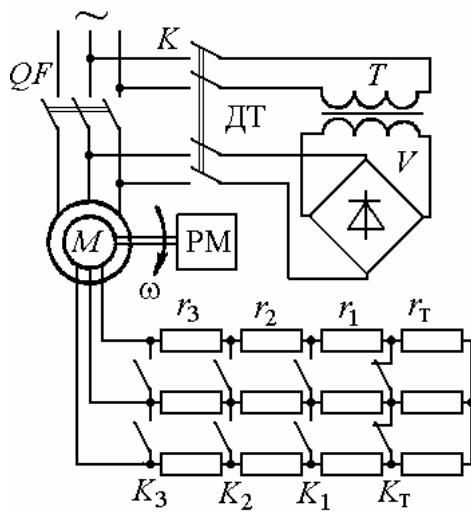
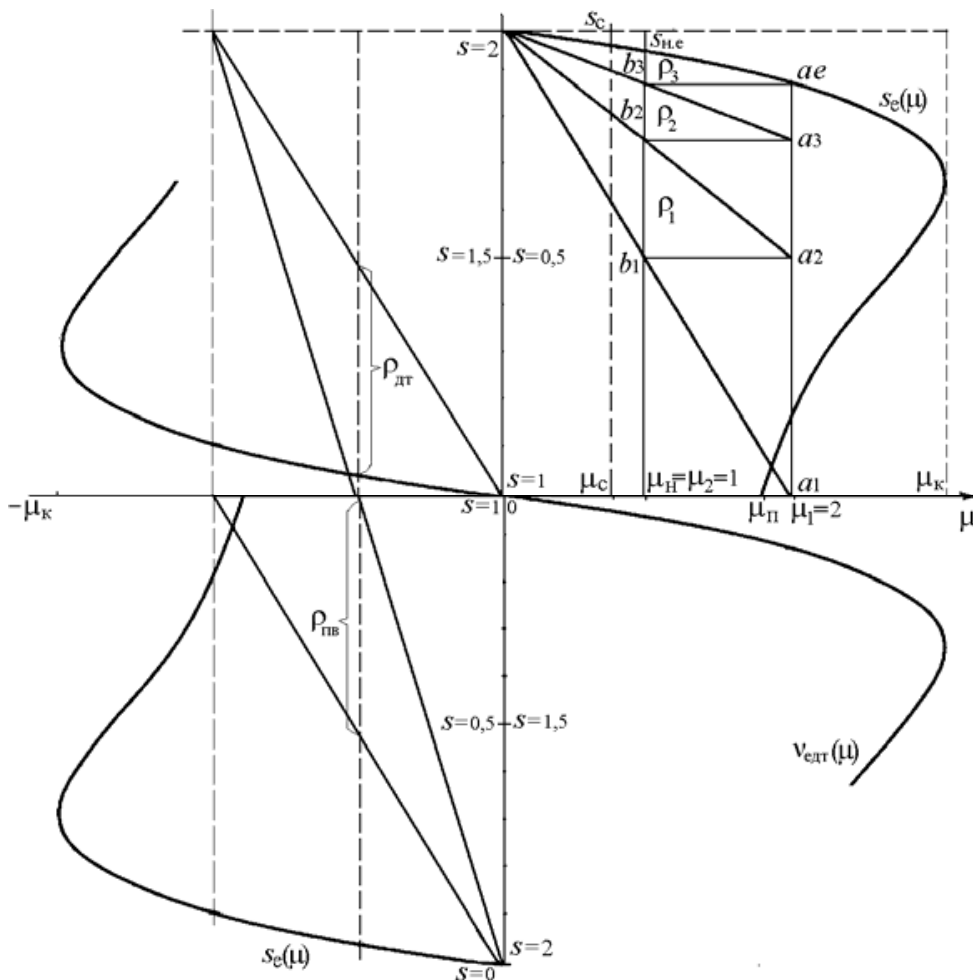

Рис.13. Схема реостатно-релейного пуска и торможения АДФР
Рис.14. Механические пусковые и тормозные характеристики АДФР
**Задача 22.** Для привода с асинхронным двигателем с фазным ротором и реостатно-релейным управлением (рис.13) построить статические характеристики реостатного пуска и рассчитать ступени пускового реостата (рис.14). Номинальные данные асинхронного двигателя привода:  $P_H = 22$  кВт;  $U_{1H} = 380$  В;  $I_{1H} = 50$  А;  $s_H = 0,06251$ ;
**Задача 23.** Определить вид переходных процессов и построить характеристики изменения момента и скорости двигателя при реостатно-релейном пуске привода с асинхронным двигателем при постоянном моменте нагрузки ( $\mu_1 = \text{const}$ ). Двигатель имеет данные  $P_H = 22$  кВт;  $\omega_0 = 104,5$  рад/с;  $s_H = 0,0625$ ;  $J_{\delta} = 0,5$  кгм2. Приведенные параметры механизма:  $M_c = 0,5M_H$ ,  $J_{пр} = 0,5$  кгм2. Привод пускается в три ступени при  $\mu_1 = 2$  и  $\mu_2 = 1$  (см. задачу 22). Механические характеристики и характеристики пуска приведены на рис.14, 15.
**Задача 24.** Для схемы асинхронного привода с реостатным управлением по рис.13 определить величину сопротивления ступени тормозного противовключения  $r_T = r_{ПВ}$  при максимальном значении тормозного момента  $\mu_{T1} = 2$  и  $s_{T1} \approx 2$ . Номинальные данные двигателя привода приведены в задаче 22.
2. По графику пусковых характеристик  $m = 3$ ,  $\mu_1 = 2$ ,  $\mu_2 = 1$  и сопротивление противовключения  $r_T = r_{ПВ}$  (см. рис.14).
**Задача 25.** Для схемы асинхронного привода с реостатным управлением (см. рис.13) определить величину напряжения постоянного тока, подаваемого взамен переменного в статор двигателя, и величину сопротивления динамического торможения  $r_{dT1}$  для  $\mu_{dT1} = 1$  при  $v_{dT1} = 0,9375$ . Соединение обмоток статора - звезда. Номинальные данные двигателя привода приведены в задаче 22. Для расчета напряжения питания двигателя постоянным током принять омическое сопротивление фазы статора двигателя  $r_{1\phi} = 0,24$  Ом.